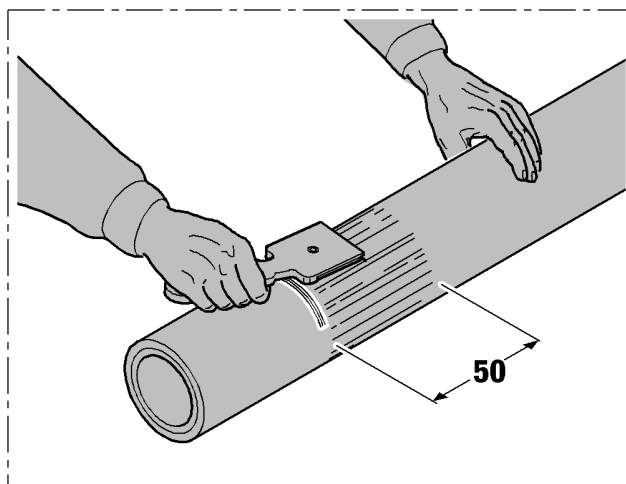

Fig.9
- Puxar o tubo de modo a pode raspar a superfície do tubo envolvida na soldagem utilizando o raspador manual (art. RAM1) em um trecho de 50mm. (Fig. 9)